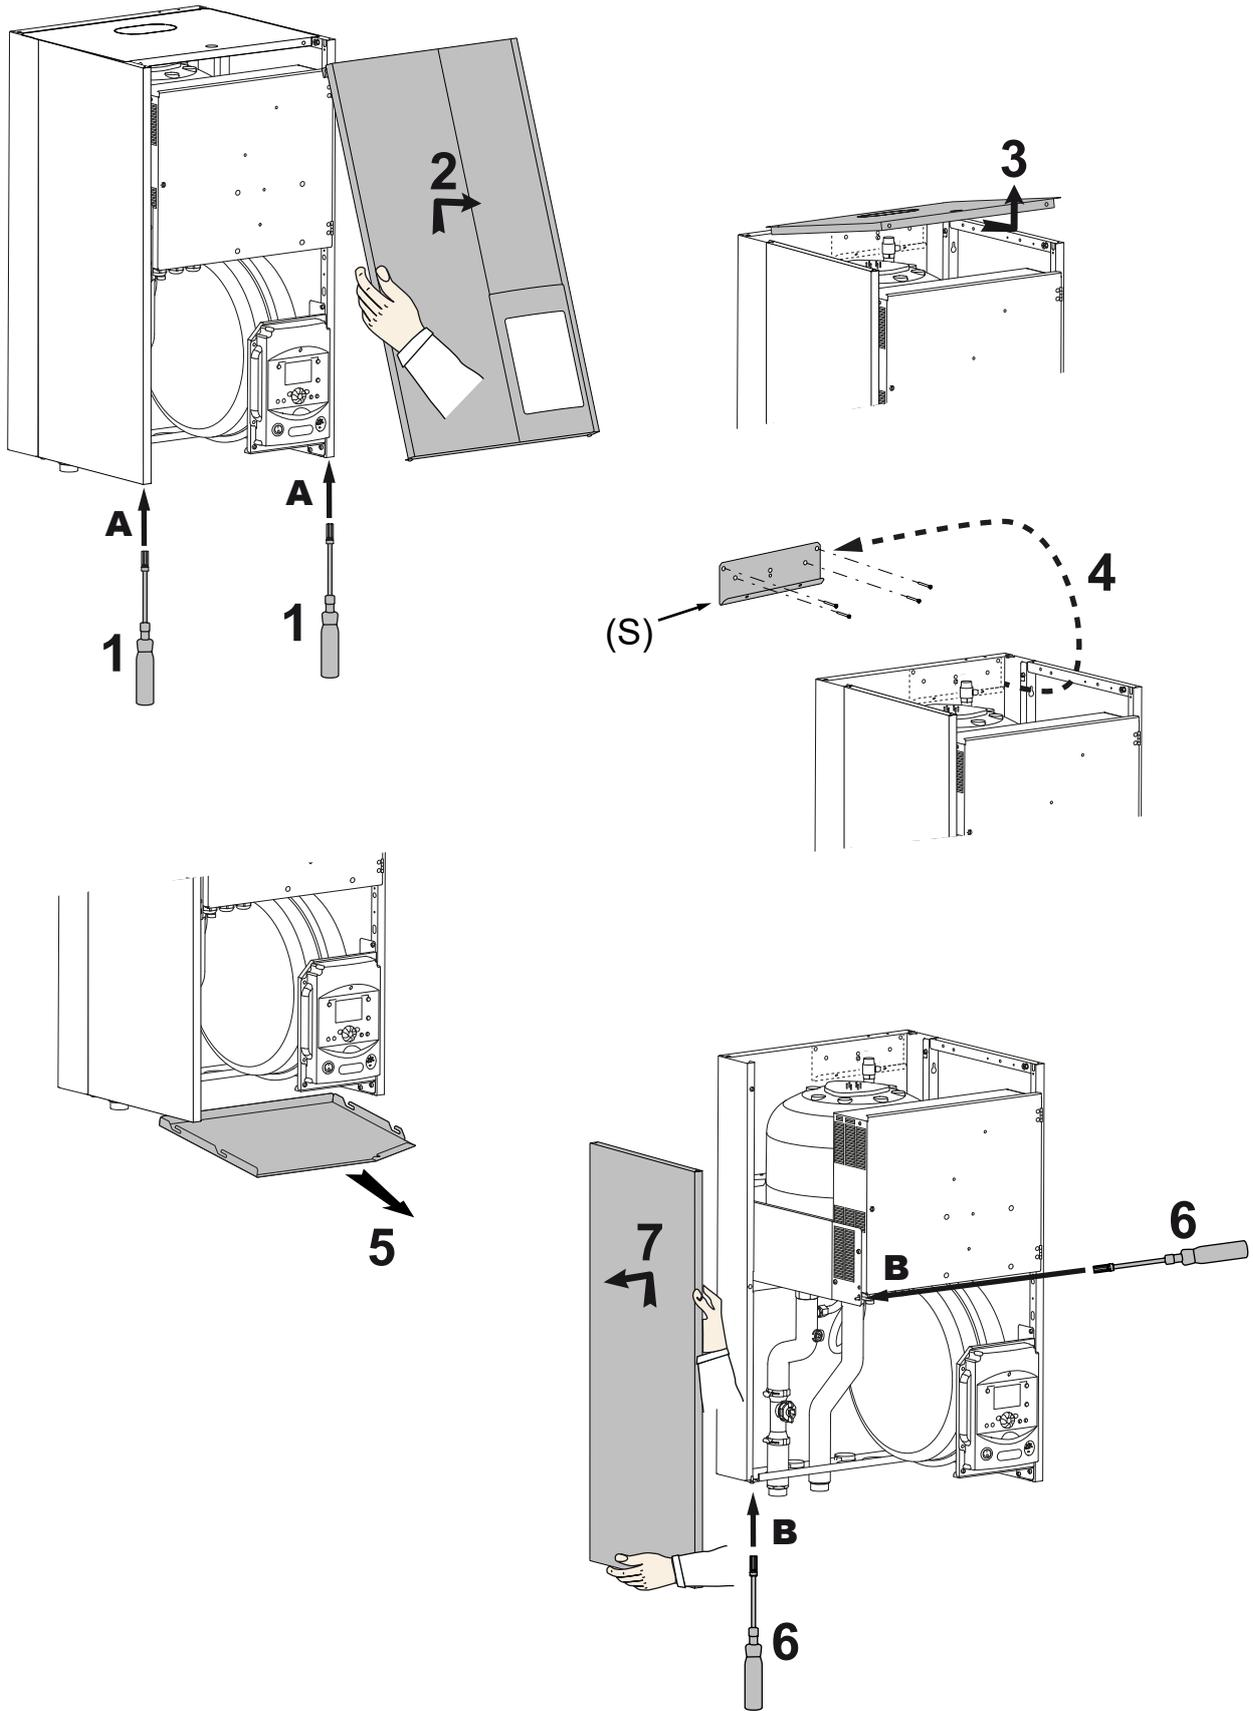

fig. 16 - Desmontaje del intercambiador
- Quitar la cubierta (2 tornillos) (fig. 16, página 17).